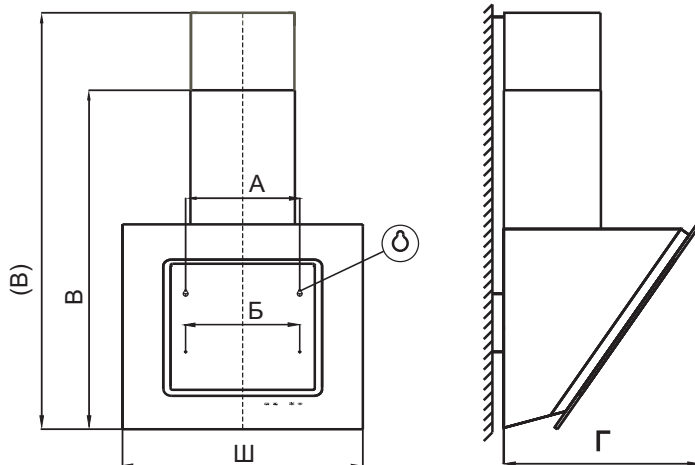

РИС. 2
- вверните два самонарезающих винта 6x50 мм (размер А, рис. 2).
Навесьте зонт через отверстия типа «замочная скважина» (размер «А», рис.2) и дополнительно закрепите его двумя самонарезающими винтами 6x50 мм (размер «Б»).